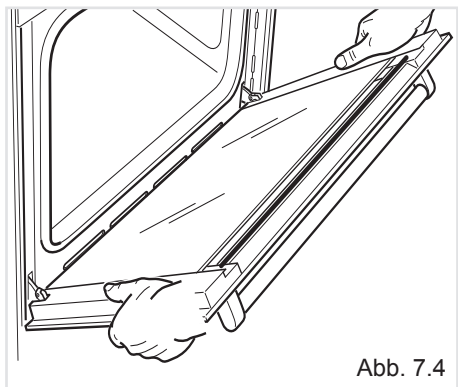

Abb. 7.4
- Die Tür wie in der Abbildung 7.4 gezeigt, fassen.